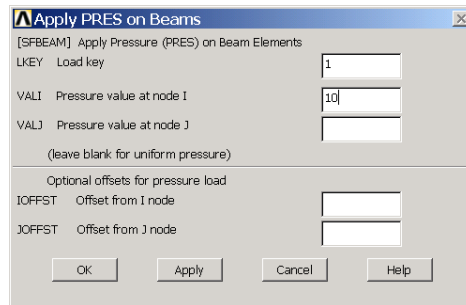

图5.31 对梁单元施加面荷载
(4) 单击 **Main Menu>Solution>Define Loads>Apply>Structural>Pressure>On Beams** 菜单，弹出图形拾取对话框，选择单元 1，单击【Apply】按钮，接着弹出如图 5.31 所示的【Apply PRES on Beams】对话框。